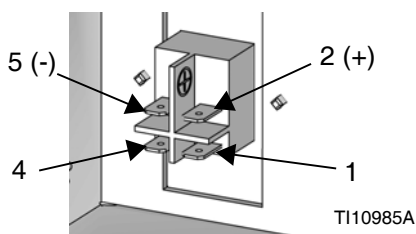
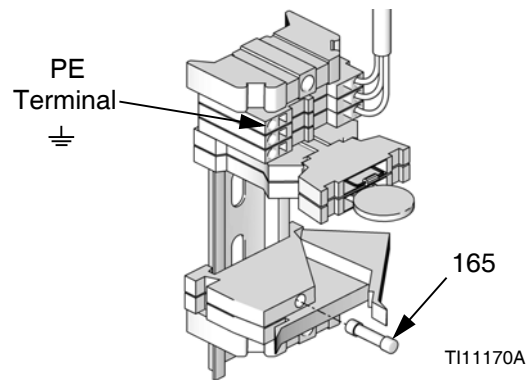

FIG. 37
FIG. 38
2. Monte el módulo de 24 VCC (154) en la ménsula de montaje (151).
3. Instale el interruptor de alimentación (159) en la ménsula de montaje (151).
4. Coloque desconexiones rápidas en el cable del módulo de 24 VCC (154) a los terminales del interruptor de alimentación (157).
5. Instale el cable de salida de la fuente de alimentación en el cable de la CAN (163).
6. Conecte una fuente de alimentación de 24 V Clase 2 en los terminales del interruptor de alimentación: +24 VCC al terminal 2 (+) y 24 VCC de retorno al terminal 5 (-). Vea la FIG. 37. Conecte el conductor de protección de la conexión (PE) en el terminal marcado \perp . Vea la FIG. 38. La fuente de alimentación de 24 VCC debe ser capaz de suministrar 1,0 A como mínimo y debe tener protección de corriente de alimentación con no más de 2,5 A nominales.
7. Instale la placa de la cubierta 160, tornillos (156) y arandelas (164).